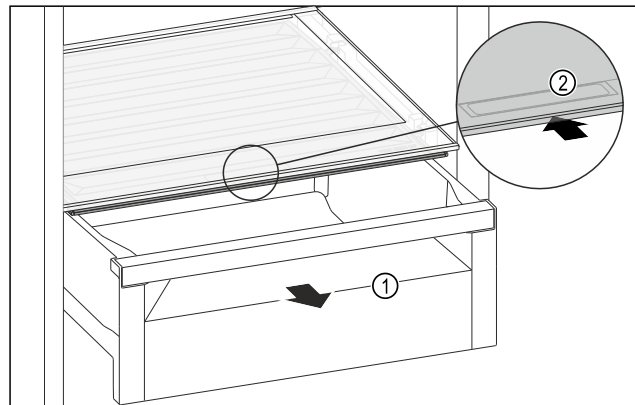

Fig. 213
- ▶ Извлеките выдвижной ящик Fig. 213 (1).
- ▶ Возьмитесь за утопленную ручку Fig. 213 (2) на крышке отделения и одновременно введите крышку отделения назад.